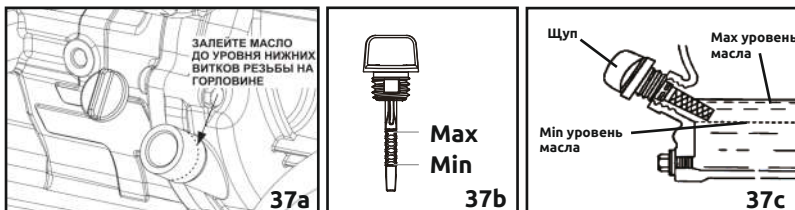

Рисунок 37 - Уровень масла
- Постепенно заливайте масло в отверстие, периодически проверяя его уровень. Уровень масла будет достаточным, когда он дойдет до резьбы на горловине картера (рис. 37).